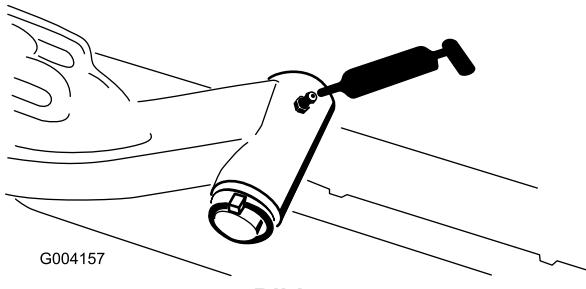

Bild 45
- Hubarmgelenkwelle (1 Stück) (Bild 45)